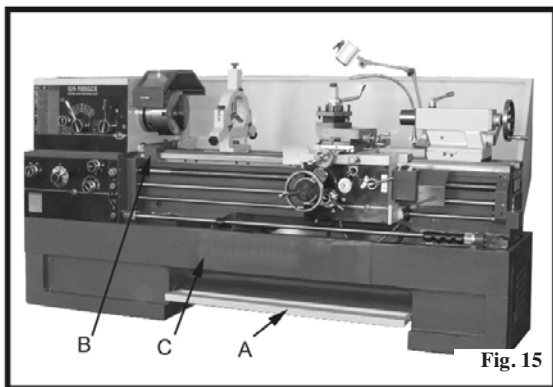

Fig. 15
20. **Fotbrems:** (A, fig. 15) De bevegelige delene sitter i arbeidsbenken. Bremseanordningen sitter i spindeldokkens drivskive. Tråkk på pedalen for å stoppe dreiebenken. (Observer: Dreiebenken får fortsatt strøm.)
21. **Mikrobrems:** (B, fig. 15) Kan brukes ved manuell mating. Med hjelp av skalaen kan bremsen finjusteres. Mikrobremsen kan flyttes på arbeidsbenken ved at de to sekskantskruene under bremsen løsnes.
22. **Deksel:** (C, fig. 15) Den kan enkelt tas løs ved rengjøring av stativet.